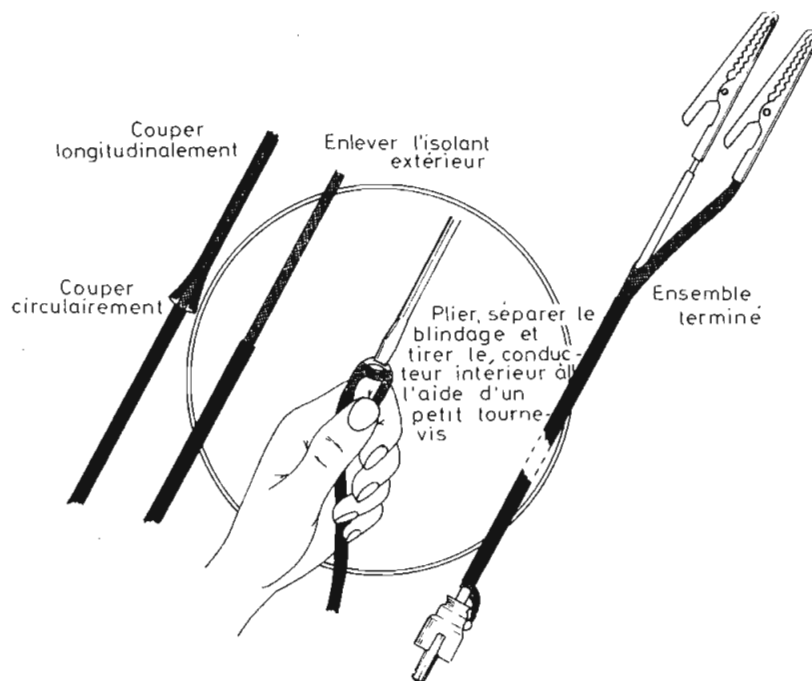

Figure 11. — Préparation du câble coaxial
- () Prendre le câble coaxial et à l'une de ses extrémités retirer la gaine extérieure isolante sur 30 mm en faisant une coupe longitudinale et une seconde transversale, en anneau, comme il est indiqué sur la figure 11. (Une lame de rasoir constituera l'outil idéal pour cette opération). Séparer la tresse du conducteur central comme il est indiqué sur la même figure et dénuder ce dernier sur 20 mm, en torsadant ses brins. Plier la tresse vers l'arrière sur toute sa longueur et sur la gaine isolante.
- () Prendre l'autre extrémité du câble coaxial et en procédant comme il est indiqué sur la figure 11, retirer la gaine isolante sur une longueur de 100 mm et séparer la tresse du conducteur central. Souder une pince crocodile à l'extrémité de la tresse après avoir serré mécaniquement la virole de la pince.